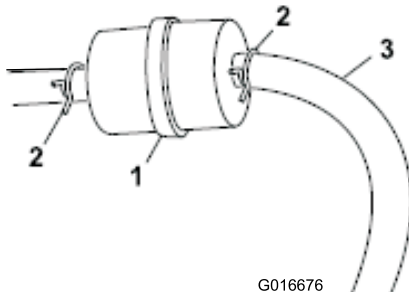

Figura 24
2. Apriete los extremos de las abrazaderas y deslícelas por el tubo alejándolas del filtro de combustible (Figura 24).
3. Coloque un recipiente debajo de los tubos de combustible para recoger cualquier fuga, luego retire el filtro de los tubos de combustible (Figura 24).